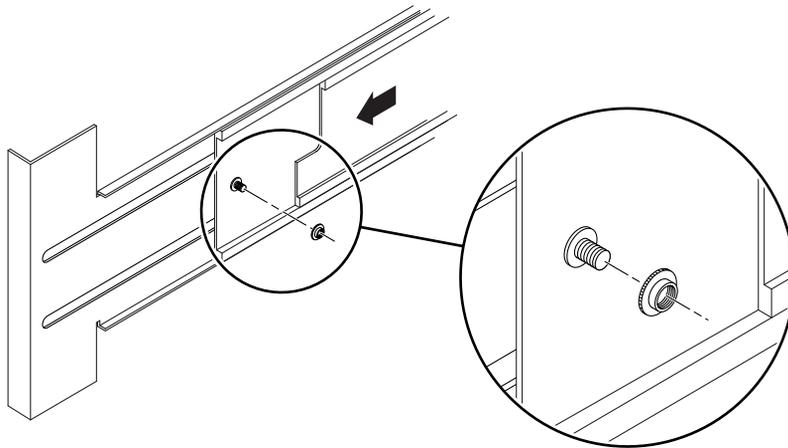

ABBILDUNG 1-13 Einsetzen und Fixieren der Schienendistanzstücke
3. Setzen Sie von der Rückseite des Systems aus die mitgelieferten Distanzstücke auf die auf jeder Seite befindlichen Fixierbolzen auf und ziehen Sie diese fest (ABBILDUNG 1-13).